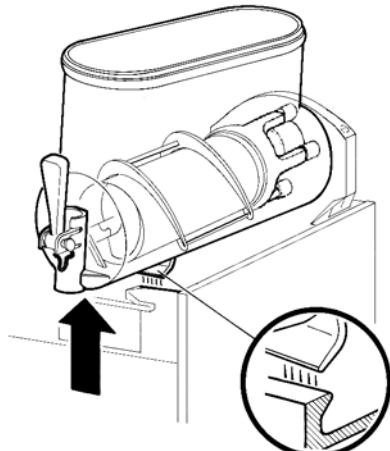
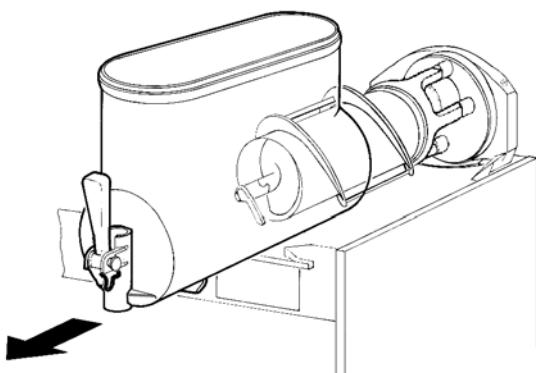

figura 5
figura 6
2 Smontare il contenitore spingendone leggermente la parte inferiore (lato rubinetto) verso l'alto per liberarne gli agganci inferiori (vedere figura 5) e sfilandolo successivamente dal davanti (vedere figura 6).
- 8 Sul modello MT 1P montare il vassoio laterale con sequenza inversa rispetto a quanto fatto per lo smontaggio (vedere figura 5).